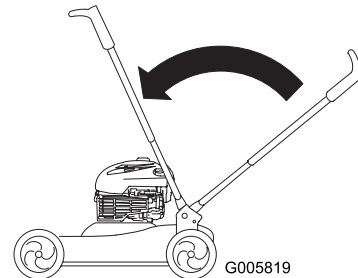

Bild 49
3. Heben Sie den Griff in die vertikale Stellung an (Bild 49).